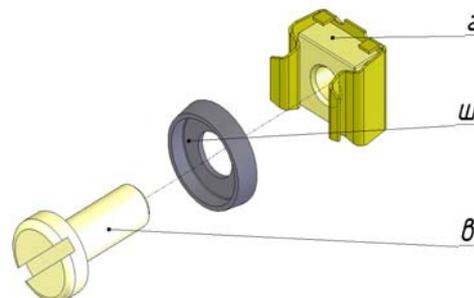

Рисунок 5. Крепежный элемент
6.1 Установка 19” аксессуаров (приборов) и оборудования производится на перфорированный профиль при помощи *крепежного элемента*. Крепежный элемент (см. рис.5.) представляет собой винт (в) с пластмассовой шайбой (ш) и квадратной гайкой в металлической обойме(з) (поставляется отдельно).